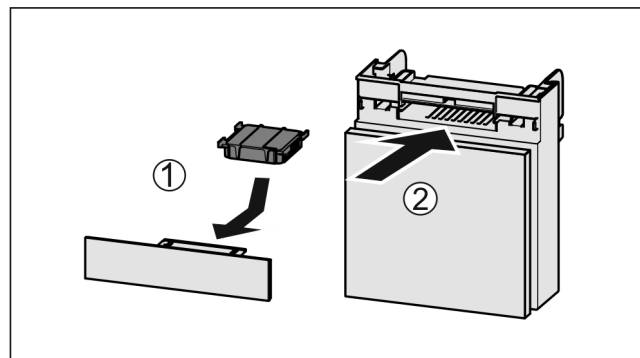

Fig. 117
- ▶ Introduzca el compartimiento Fig. 117 (2).